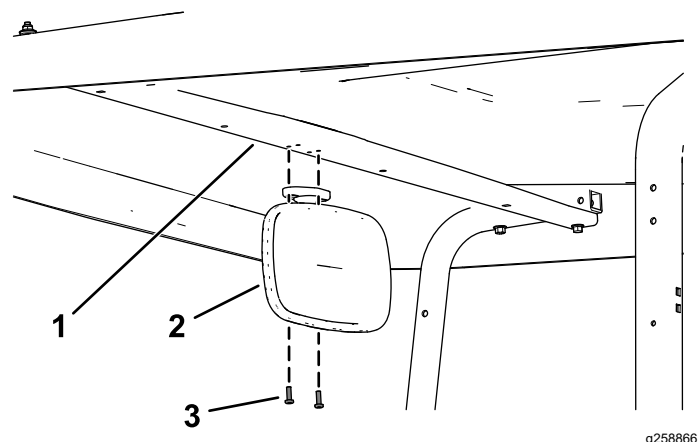

Bild 1
2. Befestigen Sie den Spiegel mit den zwei Kopfschrauben (Nr. 10 x 5/8") am Kabinenrahmen, wie in Bild 1 abgebildet.